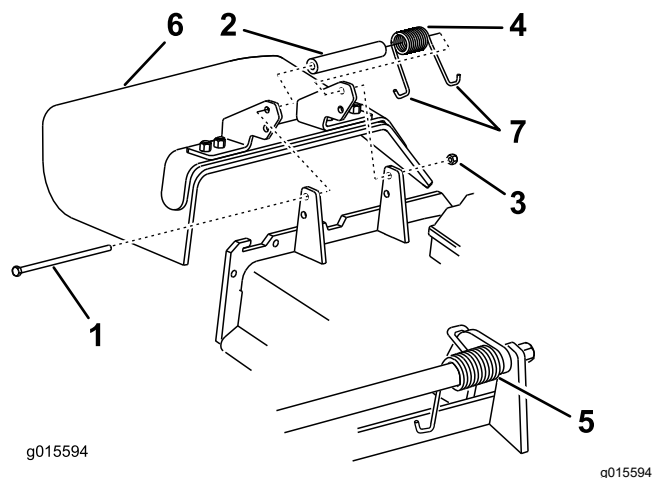

図 87
1. デフレクタをピボットブラケットに固定しているロックナット、ボルト、スプリング、スペーサを外す(図 87)。
注 必ず、スプリングのJフック端の1つをデッキエッジの後ろに引っ掛け、それからボルトを 図 87 のように取り付けてください。
6. J 形端部のひとつをデフレクタに引っ掛ける 図 87。